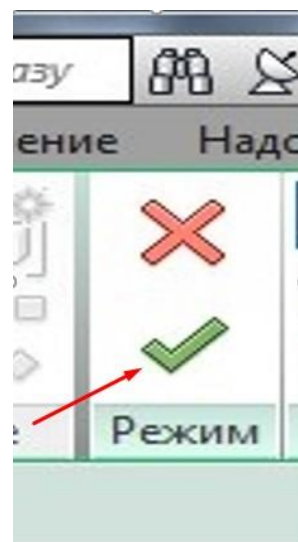

Рис. 2.20. Кнопка
- по завершенню вказання та замикання контуру майбутнього перекриття потрібно підтвердити закінчення виконання даної операції, натиснувши на відповідну кнопку (зелену галочку), рис. 2.20.